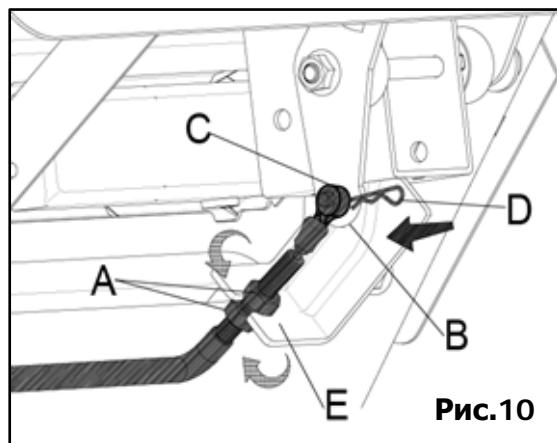

Рис.10
- Перед тем, как вставить конец троса управления крышкой желоба (Рис.10) на место, ослабьте две гайки **(A)** (Рис. 10). Закрепите его на стержне **(B)**, с помощью штифта **(D)** (Рис. 10), затем затяните две гайки на кронштейне **(E)** чтобы зафиксировать кабель.